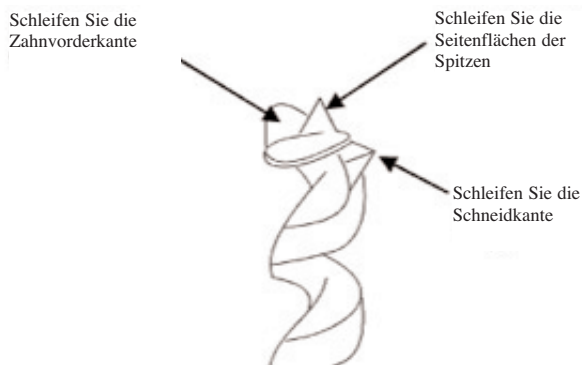

Abbildung 7
1. Benutzen Sie zum Schärfen des Aufsatzes eine kleine, glatte Pfeile und *schärfen Sie den Aufsatz gemäß seiner Originalform*. Schleifen Sie die Vorderkante des Zahns, die Oberseite der Spitze und die Schneidkante nach innen, entgegen den Rillen des Aufsatzes. Siehe Abb. 7.